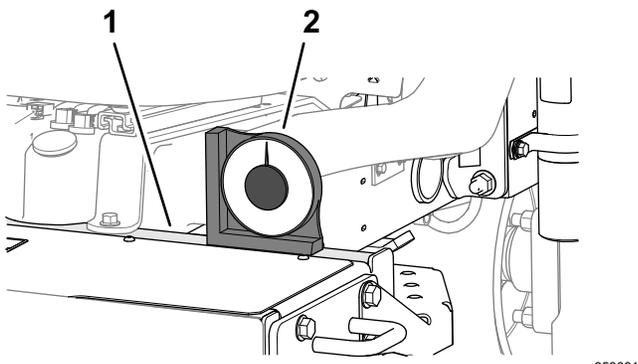

图 6
2. 将手持角度指示器随机器提供放到油箱旁边的机架横梁上检查机器是否水平图 6。